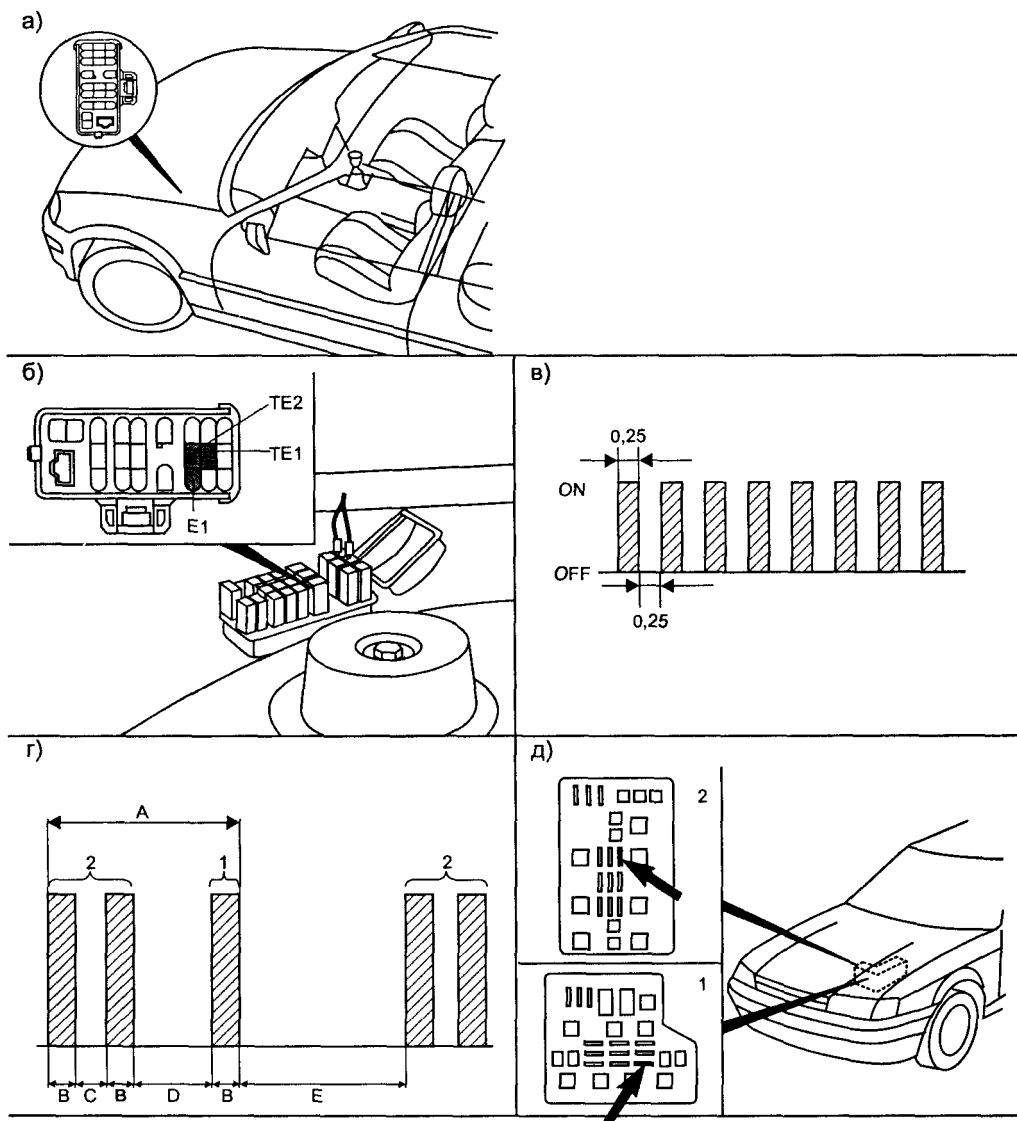

Рис. 2.7.5. Самодиагностика ЭСУД «Toyota TCCS»
- при отключенном зажигании соединяют контакты E1 и TE1 разъема DLC (см. рис. 2.7.5а, 2.7.5б);
- если в памяти нет ошибок, лампа MIL вспыхивает с частотой 2 раза в секунду (см. рис. 2.7.5в);
- индикация каждого DTC включает две группы вспышек, в каждой из которых от 1 до 9 вспышек MIL (см. рис. 2.7.5г-А, пример отображения кода DTC «21»);
- длительность вспышки составляет 0,5 секунды (см. рис. 2.7.5г-В), 0,5 секундная пауза разделяет каждую вспышку (см. рис. 2.7.5г-С);
- 1,5 секундная пауза между вспышками MIL разделяют цифры одного кода DTC (см. рис. 2.7.5г-Д);
- 2,5 секундная пауза между вспышками разделяет разные коды DTC (см. рис. 2.7.5г-Е);
- при отключенном зажигании на 15–20 секунд извлекают предохранитель EFI из монтажного блока под капотом (см. рис. 2.7.5д-1 для двигателей 1,6/1,8 и рис. 2.7.5д-2 — для двигателя 2,0);